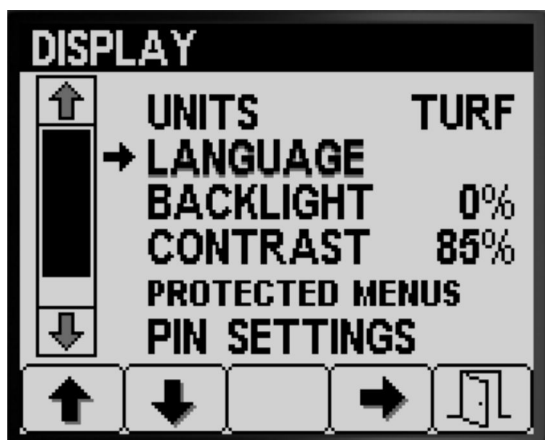

Figura 18
1. Apăsai butonul 1 sau 2 pentru a naviga la opiunea LANGUAGE (limbă) (Figura 18).
2. Apăsai butonul 4 pentru a selecta intrarea LANGUAGE (limbă) (Figura 18).